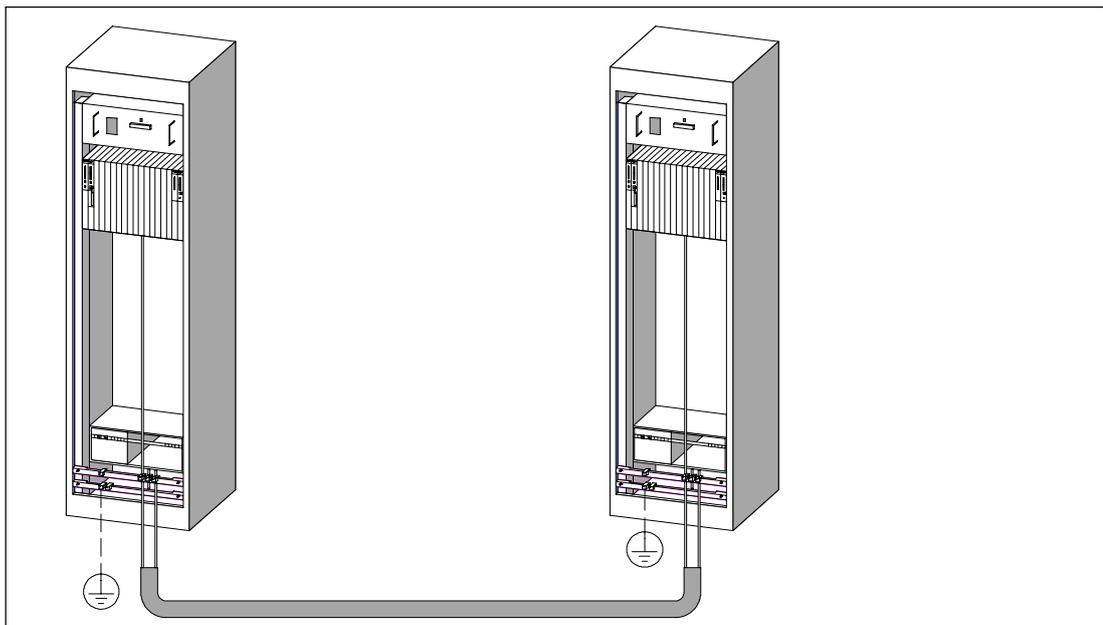

Figura A-5 Posa del cavo di compensazione del potenziale e del conduttore di segnali
- Posare i cavi di compensazione in modo tale che la superficie tra questi cavi e i conduttori di segnali sia più ridotta possibile (vedere la figura A-5).